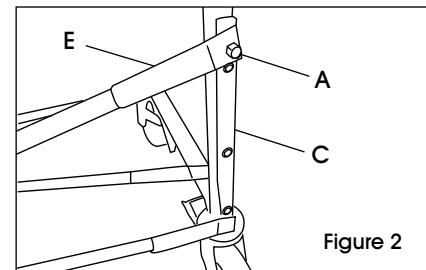

Figure 2
- Fixez la barre de soutien croisée (E) à l'arrière du cadre avec roulettes (C) à l'aide d'écrous de 3/8 po (A). Serrez fermement les écrous, mais pas complètement, afin de conserver une certaine marge de manœuvre. Répétez l'opération pour l'autre cadre avec roulettes (C). (Voir Figure 2)